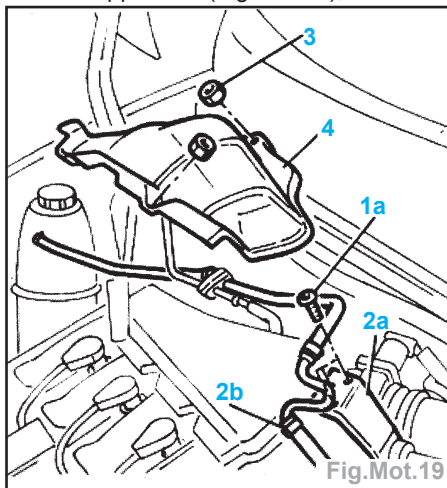

Fig.Mot.19
- la cloison pare-chaueur du collecteur d'échappement (Fig.Mot.19),